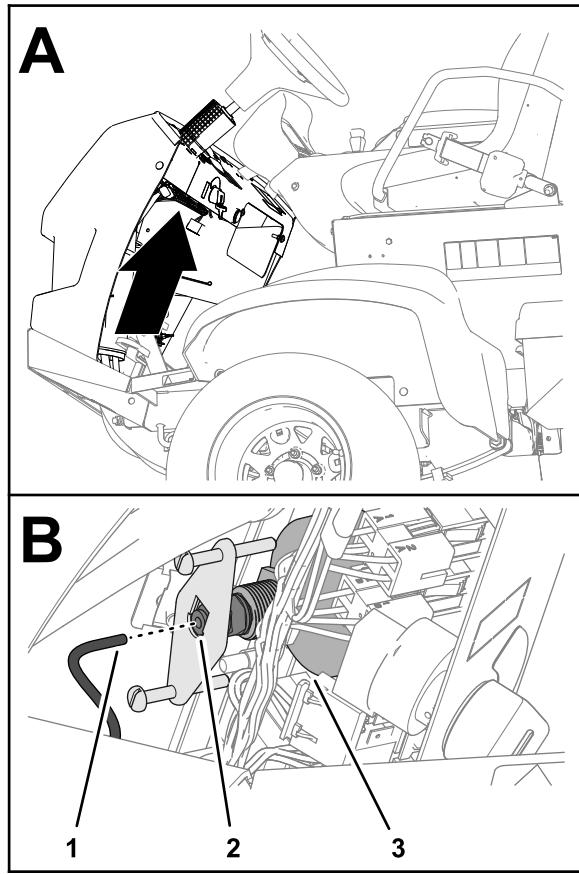

図 118
1. 圧力計の裏側にあるチューブカップラにチューブを接続する 図 118。